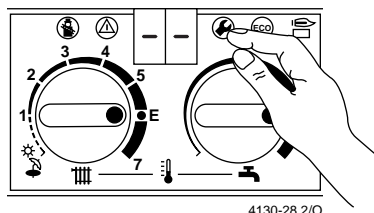

Fig. 49
- Asportare il sigillo 65, fig. 49, per poter accedere alle viti di regolazione gas.
- Premere il pulsante di servizio fino a quando sul display appare il simbolo „--“ (fig. 49).